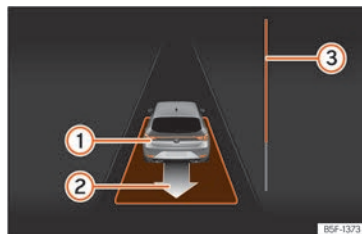

Abb. 201 Am Bildschirm des Kombi-Instruments: parallel zur Fahrbahn ausparken.
- Fahren Sie rückwärts, bis das Dauertonsignal des ParkPilot ertönt; **ODER:** fahren Sie zurück, bis am Bildschirm des Kombi-Instruments die Anzeige zur Vorwärtsfahrt erscheint. Die Fortschrittsanzeige **»» Abb. 201**  zeigt den zurückzulegenden Abstand an **»» Seite 304.**